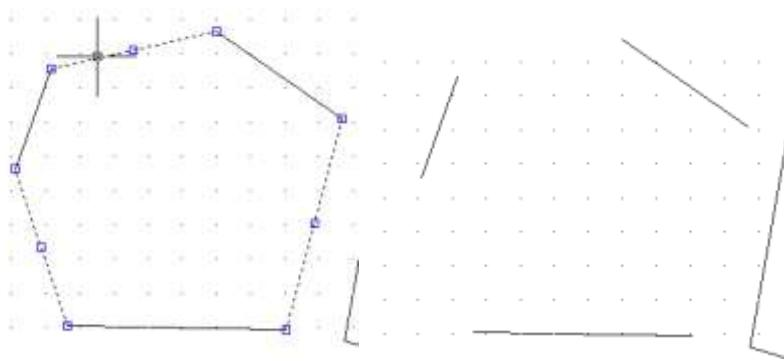

Рис. 8
- выделите несколько отрезков, щелкнув по ним курсором, отрезки подсветятся, у них появятся маркеры. Запомните, что эти маркеры называются *ручками*. Этот термин часто встречается в литературе (рис. 8, а);
- затем нажмите клавишу **Delete**, отрезки будут удалены (рис. 8, б);